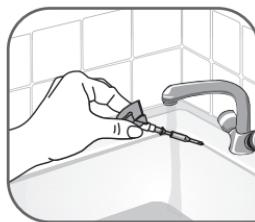

Fig.20
- Öblítse le a rudit csapvízzel – fig.20.